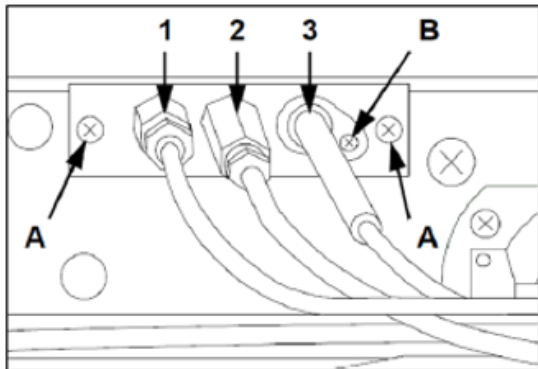

FIG.18
- Dévisser le thermocouple avec une clé appropriée (FIG.18-Ref.1) ;
- Dévisser les 2 vis de support (FIG.18-Ref.A) fixer le nouveau pilote ;
- Fixer le nouveau pilote en suivant la procédure ci-dessus (FIG.18-Ref.2).
- Retirer le bouchon en dévissant la vis (FIG:18-Ref.B) ;
- Fixer le nouveau bouchon (FIG.18-Ref.3) en suivant la procédure ci-dessus.